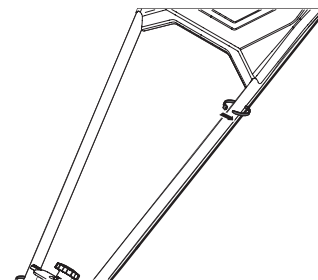

Figure 10
4. Retenez le fil sur la poignée gauche du guidon, sous la plaque, avec une attache. Voir la Figure 10.